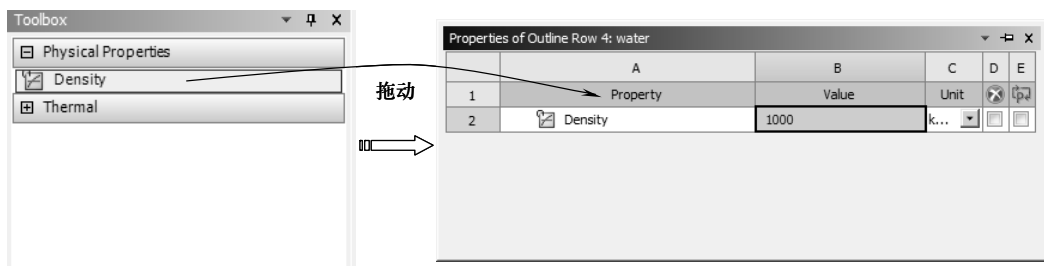

图 11-76 创建密度属性
3) 在【Outline of Schematic B2】窗口中选中新建的材料 water，出现【Properties of Outline Row 4: water】窗口，在【Toolbox (工具箱)】中【Physical Properties】下的【Density】选项上按住鼠标左键，拖动到 A1 栏的【Property】选项上，释放鼠标创建密度属性并输入属性值，如图 11-76 所示。